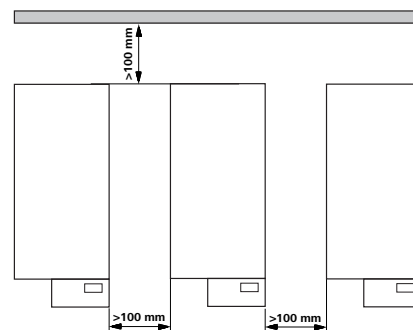

Fig. 2
- Respectez les écarts minimum entre les appareils, entre l'appareil et le mur et au-dessus de la structure (800 mm au moins), voir Fig. 2.